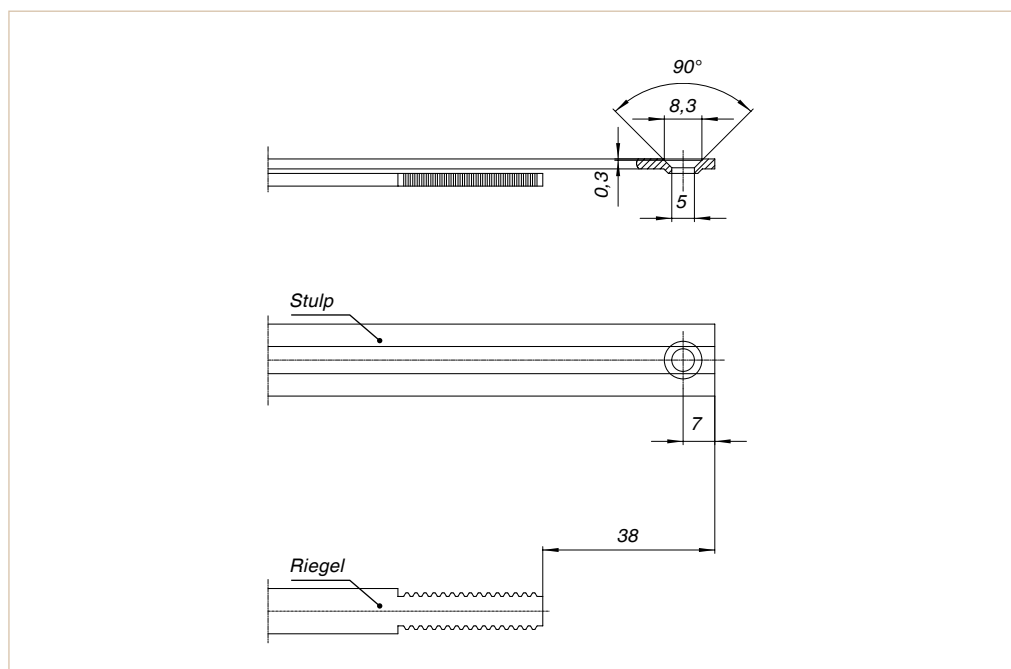

Abb. 1
5. **Kippscherengehäuse** ⑤ montieren. Kerbmarke am Kippscherenarm (Abb. 1, ①) auf den Blendrahmen übertragen, auf diese Markierung das Kippscherengehäuse mit der Kerbmarke montieren (Abb. 1, ②).
2. Das Sicherungsplättchen am Kippscheregehäuse öffnen und den Scherenarm einhängen (Abb. 1).